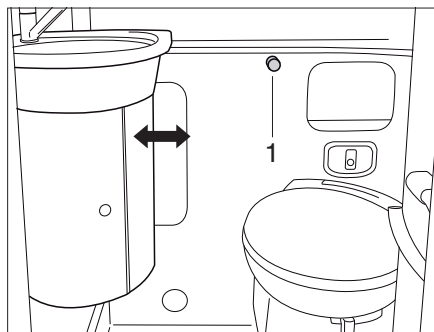

Fig. 270 Lavabo variable
- Tourner le bouton de fermeture (Fig. 270,1) vers la gauche.
- Tourner le bouton de fermeture (Fig. 270,1) vers la droite pour verrouiller le lavabo.